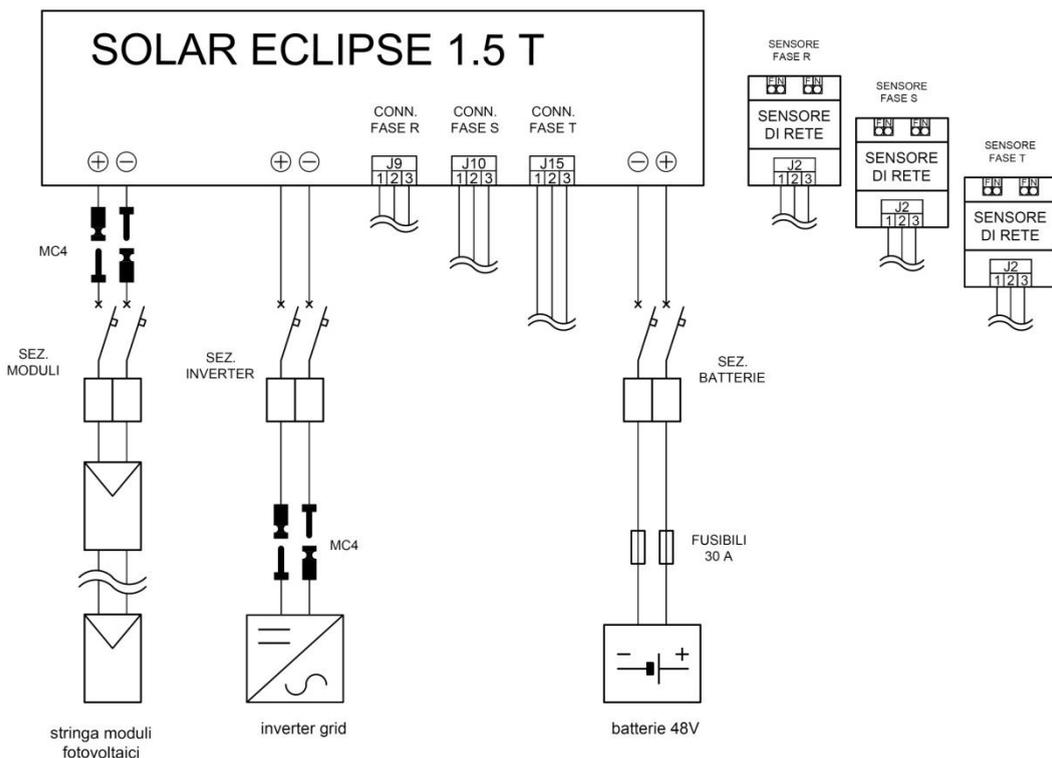

Figura 5 – Schema cablaggio di potenza
- Verificare che il sezionatore moduli fotovoltaici sia aperto (vedi Figura 5)
- Predisporre una scatola portafusibili da 30 A sui cavi batterie (vedi Figura 5)